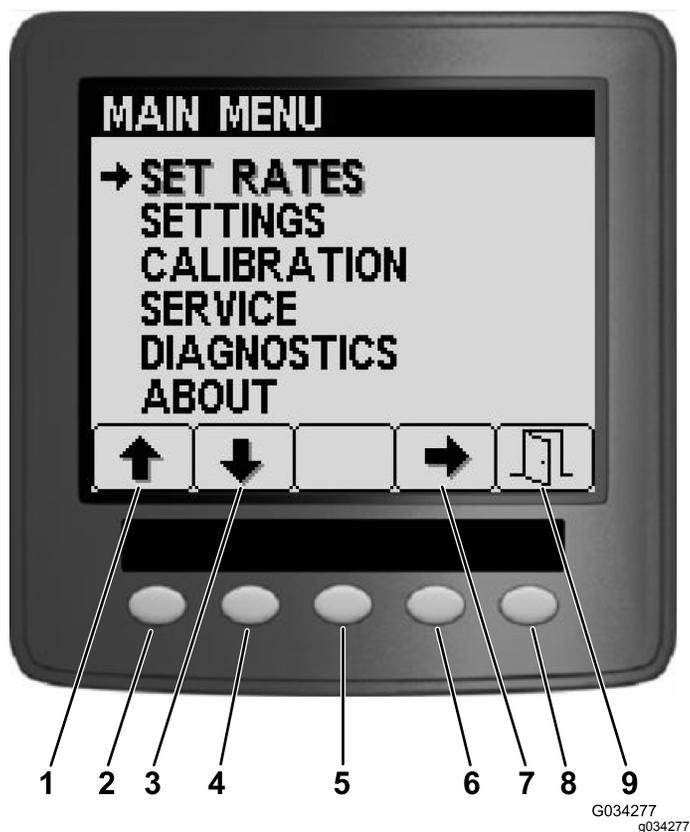
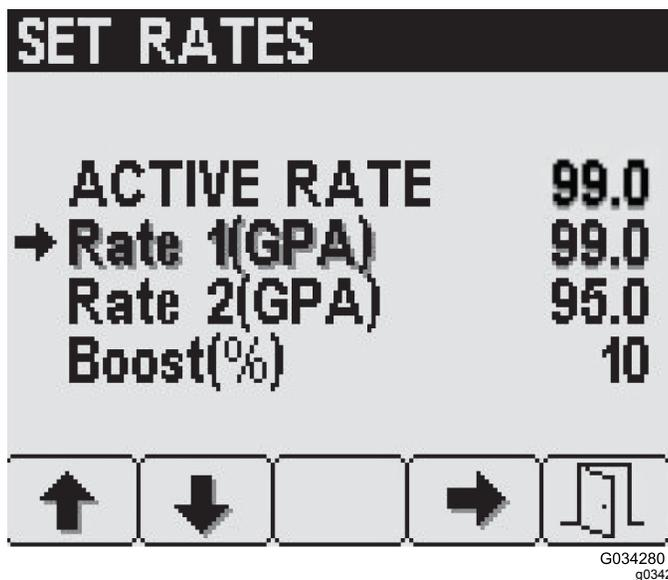
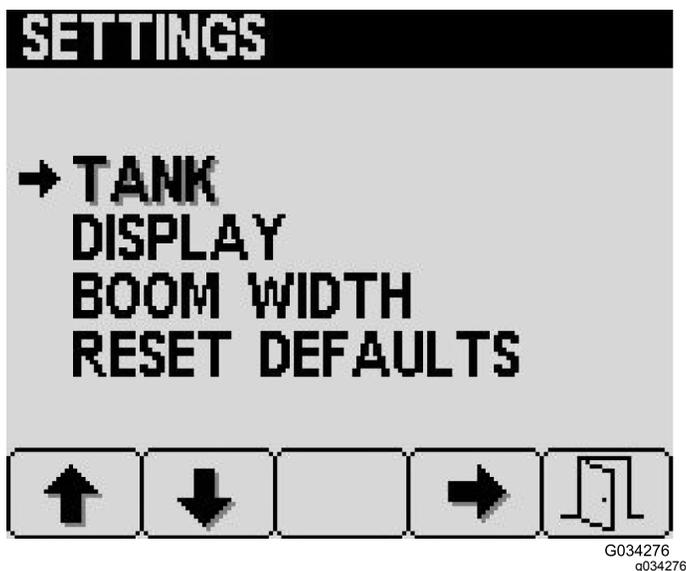

Рисунок 16
Рисунок 17
Рисунок 19
С экрана главного меню можно перейти на экраны Set Rates (Настройка интенсивности опрыскивания), Settings (Настройки), Calibration (Калибровка), Service (Обслуживание), Diagnostics (Диагностика) или About (Сведения о машине) (Рисунок 16).
Для доступа к экрану Set Rates (Настройка интенсивности опрыскивания) перейдите с помощью кнопки 2 на экране Main Menu (Главное меню) (Рисунок 16) к пункту Set Rates и нажмите кнопку выбора 4 (Рисунок 17).
1. С помощью кнопки 1 или 2 установите требуемую норму внесения или процент увеличения интенсивности опрыскивания (Рисунок 17).
Для доступа к экрану Settings (Настройки) перейдите с помощью кнопки 2 на экране Main Menu (Главное меню) (Рисунок 16) к пункту Settings и нажмите кнопку выбора 4 (Рисунок 19).
1. На экране Settings (Настройки) нажмите кнопку 4, чтобы выбрать пункт Tank (Настройка бака) (Рисунок 19).
1. Перейдите с помощью кнопки 2 на экране Settings (Настройки) к пункту Display (Дисплей) и нажмите кнопку выбора 4 (Рисунок 19).
Настройки ширины захвата стрелы предварительно установлены на заводе-изготовителе (Рисунок 19).